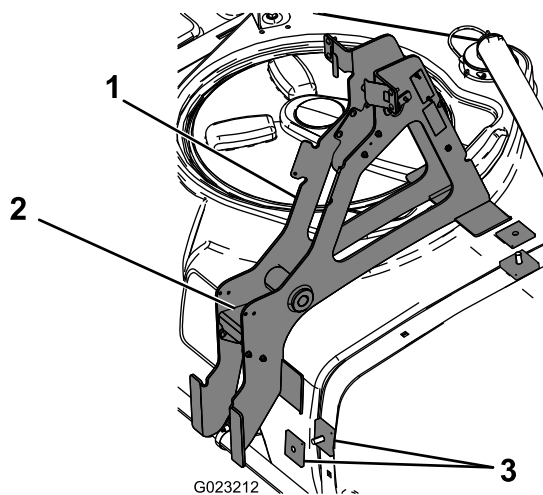

Figure 3
5. Placez 2 entretoises carrées sur les boulons de carrosserie montés précédemment (Figure 3).
6. Retirez et conservez les 4 boulons et écrous qui fixent la plaque de guidage au cadre porteur principal (Figure 3).
7. Montez le cadre porteur principal sur les entretoises carrées et les boulons de carrosserie, comme montré à la Figure 3.